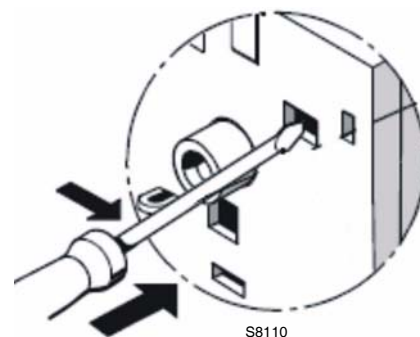

Fig. 33
- **Essai du contact NF (95-96) et NO (97-98)(Fig. 33)**